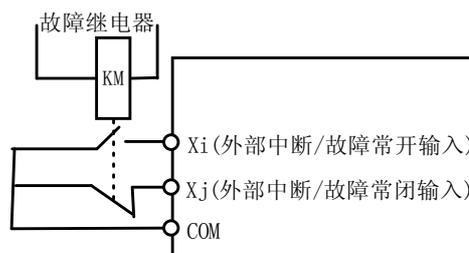

图 5-3-6 常开/常闭
- ◆ EHO外部故障常开,EH1外部故障常闭:外部故障指令。与变频器相关联的设备发出的故障指令,可从EHO,EH1功能端子输入。变频器在接收到外部故障信号后,封锁PWM输出,并显示最近一次故障类型。当外部故障信号解除以后,变频器需复位才能恢复运行。注意:外部故障未解除时变频器不可复位。EHO,EH1的定义,不受P3.00端子作用方式设定值影响,如图5-3-6所示。
- ◆ EI0外部中断常开,EI1外部中断常闭:变频器在运行过程中,接到外部中断信号后,即0频运行。一旦外部中断信号解除,变频器又恢复运行,可参考EHO外部故障常开、EH1外部故障常闭等相关说明,如图5-3-6所示。